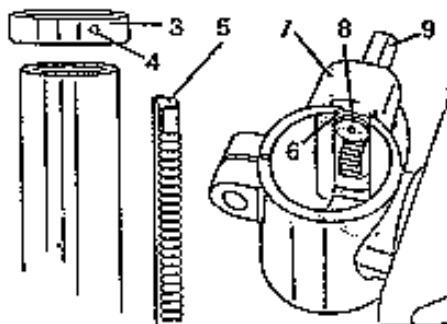

Fig. 4
1. Allentando la vite di regolazione (4) smontate l'anello (3).
2. Togliete la cremagliera dalla colonna (5).
3. Controllate se la ruota elicoidale (8) è inserita correttamente nel braccio di fissaggio della tavola (7) e se tocca le ruote dentate. L'asticina (9) dovrebbe sporgere dalla cassa di circa 2,5 cm. (**fig. 4**).
4. Inserite la cremagliera (5) nella scanalatura dentata (6) del braccio di fissaggio della tavola (7) (**fig. 4**). Il braccio di fissaggio dovrebbe essere posizionato nella parte centrale della cremagliera.